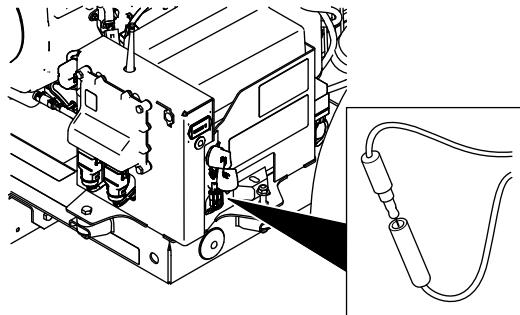

Figure 44
2. Retirez le connecteur à une broche du connecteur à une douille (Figure 44).
3. Insérez le connecteur à une broche dans le connecteur à une douille (Figure 44).